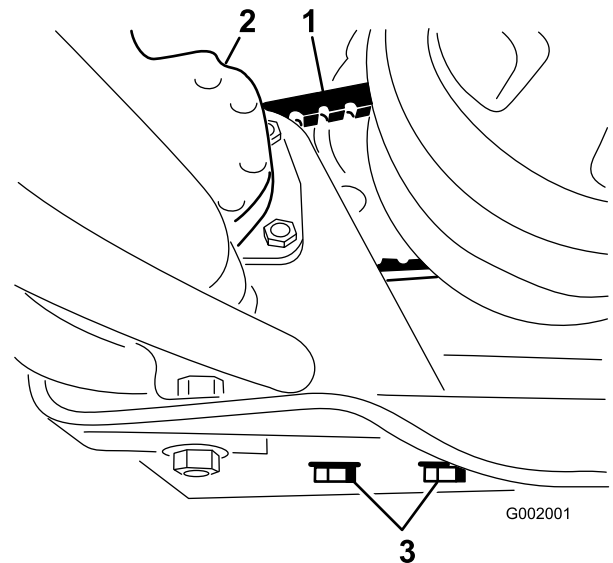

Figura 62
2. Afloje los pernos de montaje de la bomba de dirección (Figura 62).